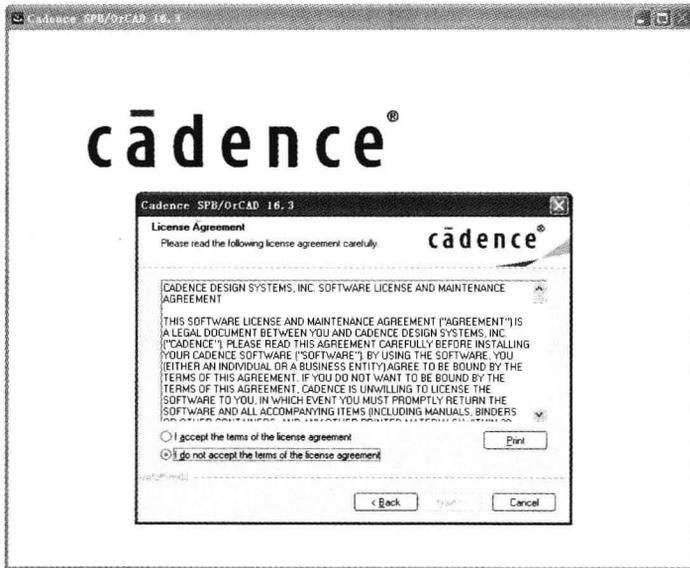

图 1.2.7 “License Agreement”(许可协议)窗口
(2) 当进度条达到 100%后, 出现提示信息, 弹出“License Agreement”(许可协议)窗口, 在继续安装前, 请仔细阅读这些条款, 如图 1.2.7 所示, 如果接受则选择“I accept the terms of the license agreement”选项, 继续安装; 若选择“I do not accept the terms of license agreement”选项, 系统会自动退出安装。